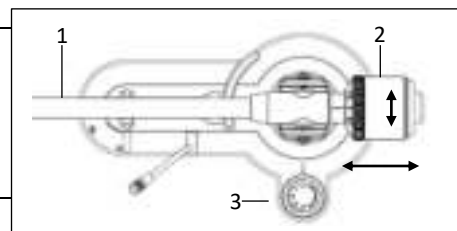

Abb. 3
Das mitgelieferte Gegengewicht (2) muss am Tonarm (1) aufgeschraubt werden. (Abb. 3)
5. Den Antiskating-Einstellknopf (3) durch drehen auf "0" stellen. (Abb. 3)
6. Den Tonarm durch hin- und herdrehen des Gegengewichtes (2) waagerecht ausbalancieren.